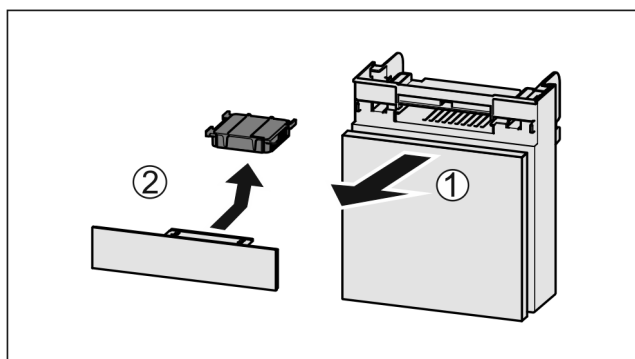

Fig. 212
- Dra ut Fig. 212 (1) lådan framåt.
- Ta ut Fig. 212 (2) aktivtkolfiltret.